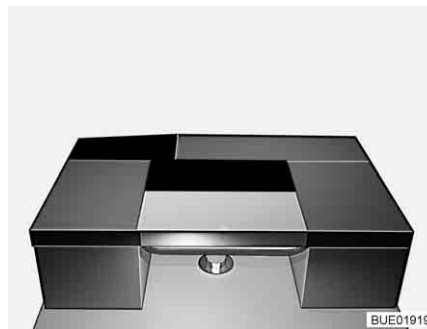

Fig. 147 Après la transformation
- Placer le coussin supplémentaire transversalement sur la table (voir Fig. 147).